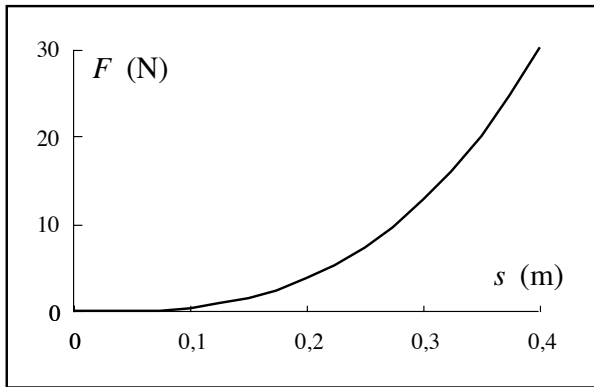

Fig. 3.56. Per l'esercizio 2
- La fig. 3.56 rappresenta la relazione $F-s$ misurata per una determinata corda elastica.